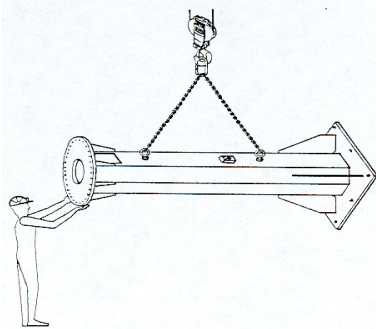

fig.8
- Effettuare la presa, con idonee imbracature nei punti prefissati (fig.8) e movimentare con molta attenzione le parti della gru ed i suoi accessori, nella zona adibita per lo scarico evitando oscillazioni, pendolamenti e sbilanciamenti pericolosi.